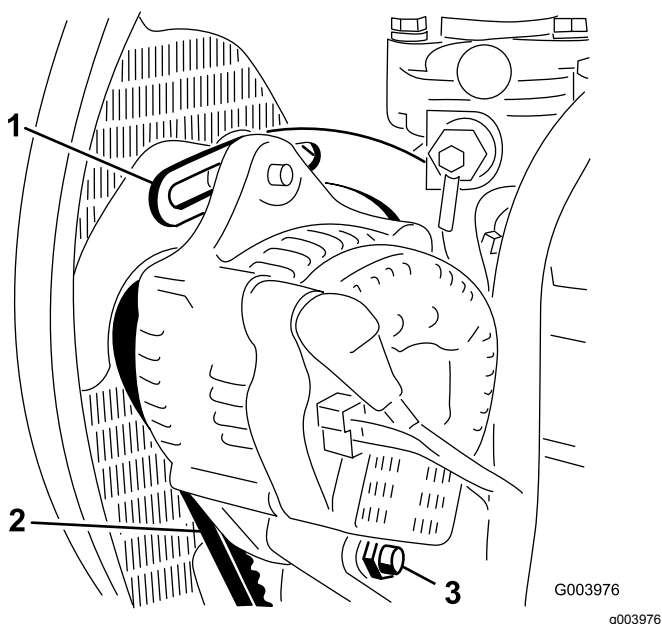

Figura 66
2. Controllate la tensione della cinghia dell'alternatore premendola (Figura 66) al centro tra l'alternatore e le pulegge dell'albero a gomito con una forza di 10 kg.
3. Allentate il bullone che fissa il supporto al motore (Figura 66), il bullone che fissa l'alternatore al supporto ed il bullone di rotazione.